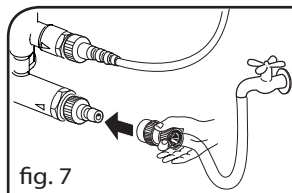

fig. 7
3. Conectar el tubo de alimentación del agua a la entrada de la bomba (Máx. 10 bar, temperatura máx. 40°C) (fig. 7).